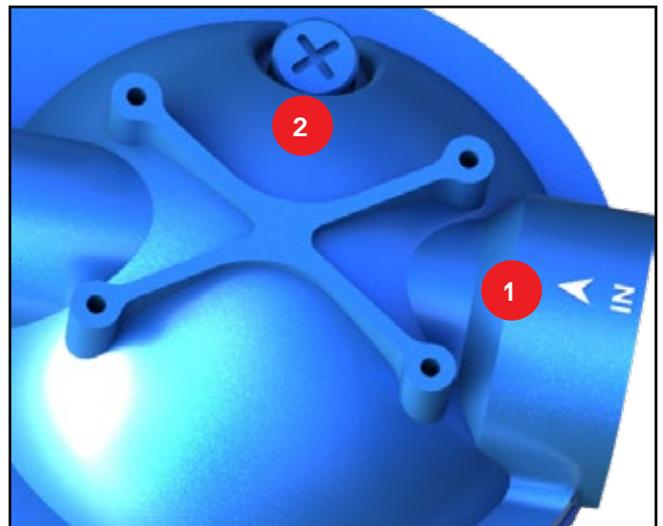

Abbildung 5: MWE/MVE Eingang
- Entlüften des Ionentauschers und des Feinfilters (siehe Abschnitt4, Abb. 5)